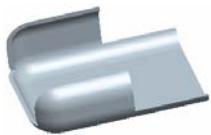
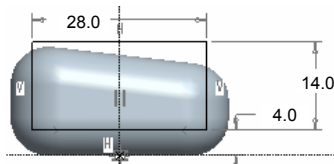

图 5.38.9 实体切削拉伸特征 3
图 5.38.10 截面草图
(4) 单击“完成”按钮，完成实体切削拉伸特征 2 的创作。
Step7. 创建图 5.38.9 所示的实体切削拉伸特征 3。单击按钮；按下移除材料按钮；右击，从弹出的快捷菜单中选择“定义内部草绘...”命令；选取 TOP 基准平面为草绘平面，RIGHT 基准平面为参考平面，方向为“右”；单击按钮。进入截面草绘环境后，绘制图 5.38.10 所示的截面草图，完成后单击“确定”按钮；定义深度类型。在操作板上选取深度类型（即“穿透”拉伸）；然后单击按钮，单击完成按钮，完成实体切削拉伸特征 3 的创作。